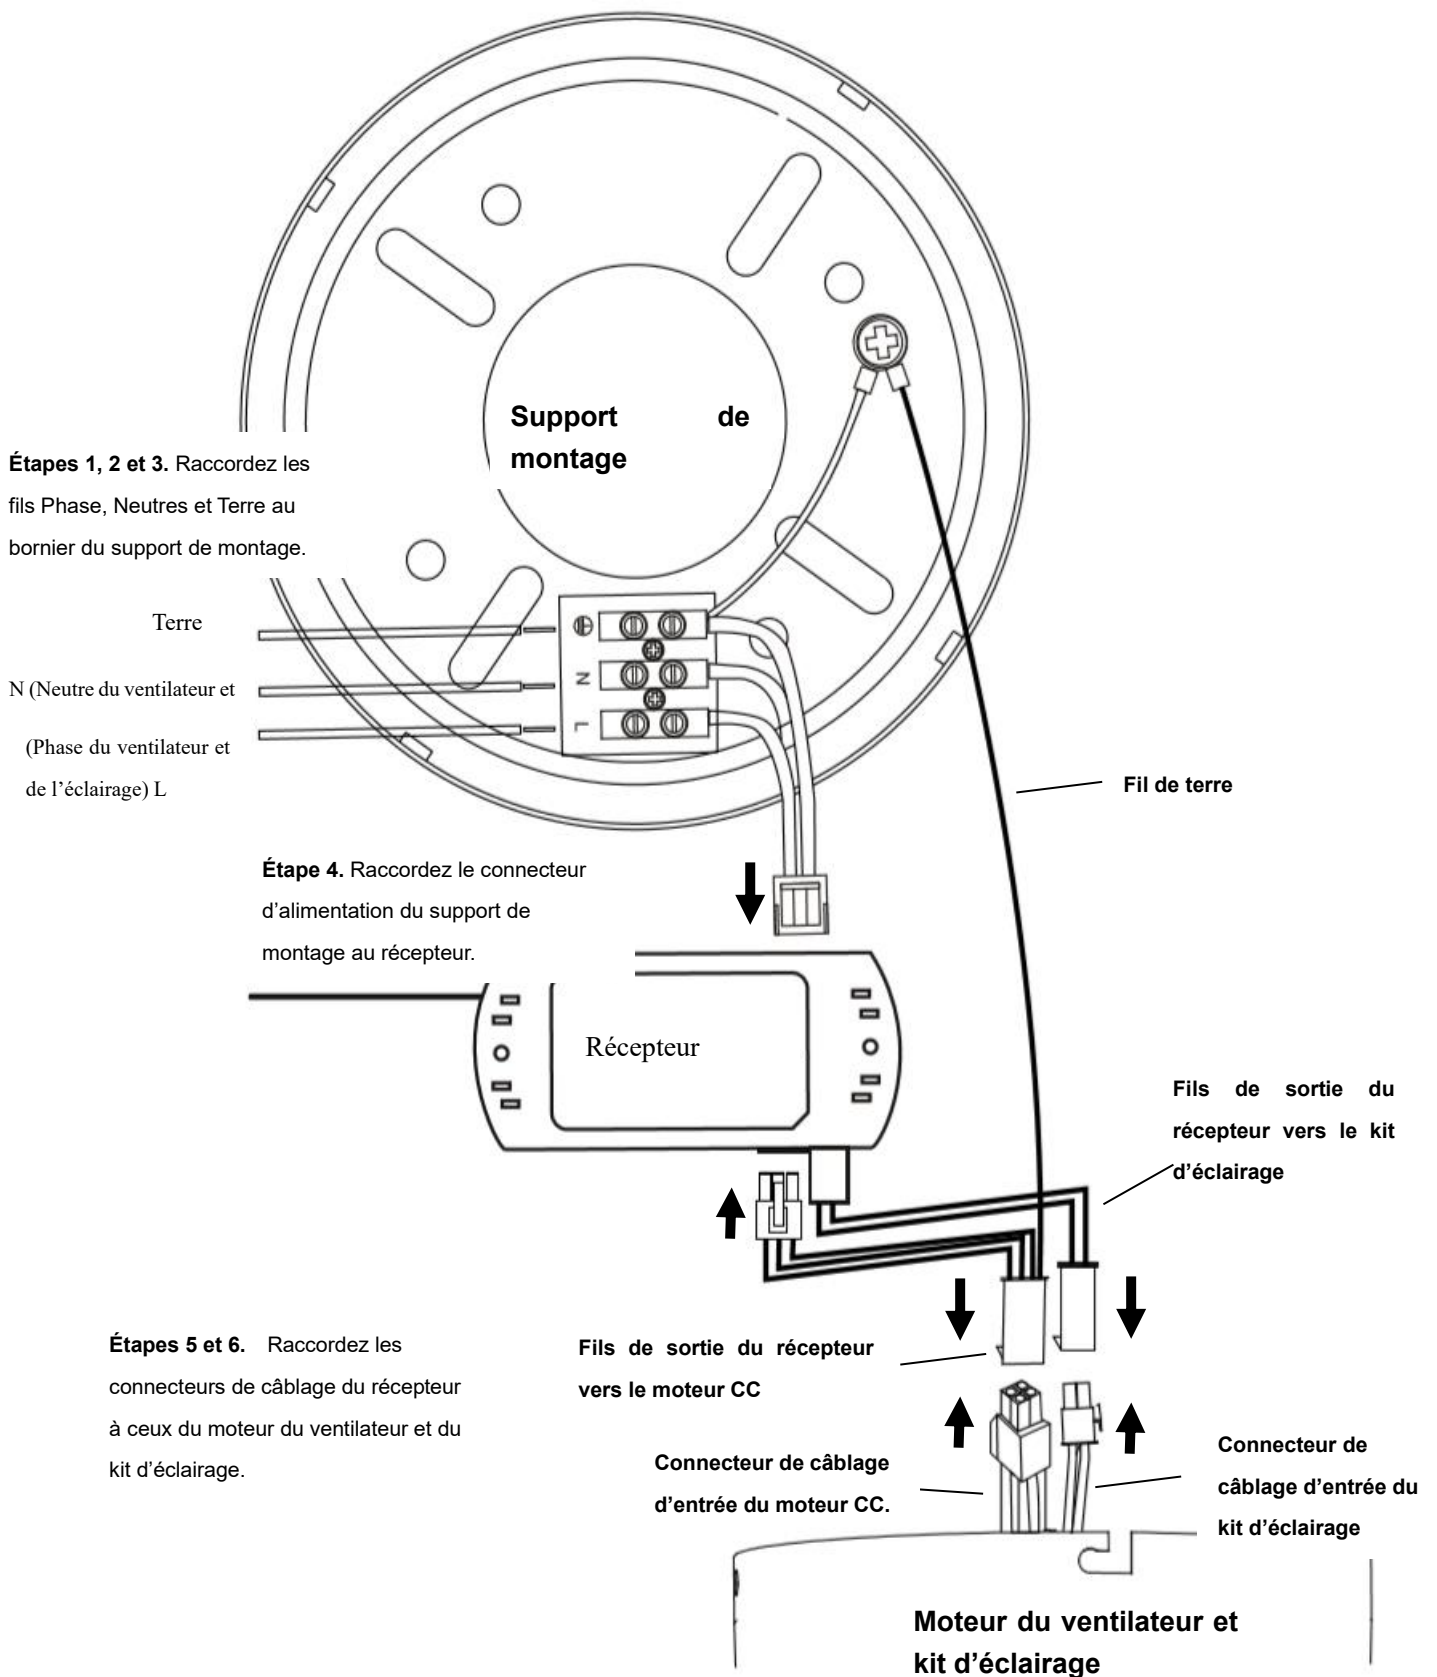

Fig. 4
PRÉPARATION ET INSTALLATION DU CÂBLAGE ÉLECTRIQUE --- SCHÉMA DE CÂBLAGE (FIG. 4)
De l'alimentation secteur au bornier du support de montage : (Fig. 4)
Du support de montage au récepteur de la télécommande et au moteur : (Fig. 4)
5. Raccordez les fils de sortie du pilote/récepteur du moteur CC (depuis le support de montage avec fil de terre) à la sortie du pilote/récepteur du moteur CC (Fig. 4). Raccordez les fils de sortie du pilote/récepteur du moteur CC avec fil de terre (depuis le support de montage avec fil de terre) à l'entrée du moteur du ventilateur (Fig. 4)